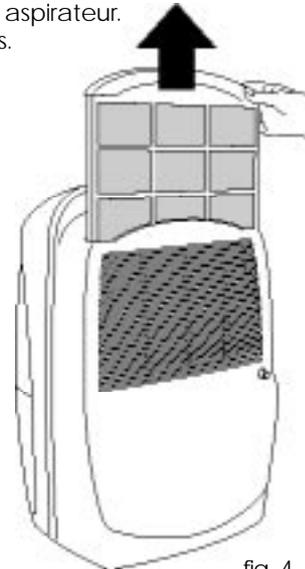

fig. 4
- Pour retirer le filtre à air, saisissez-le et tirez (fig. 4)